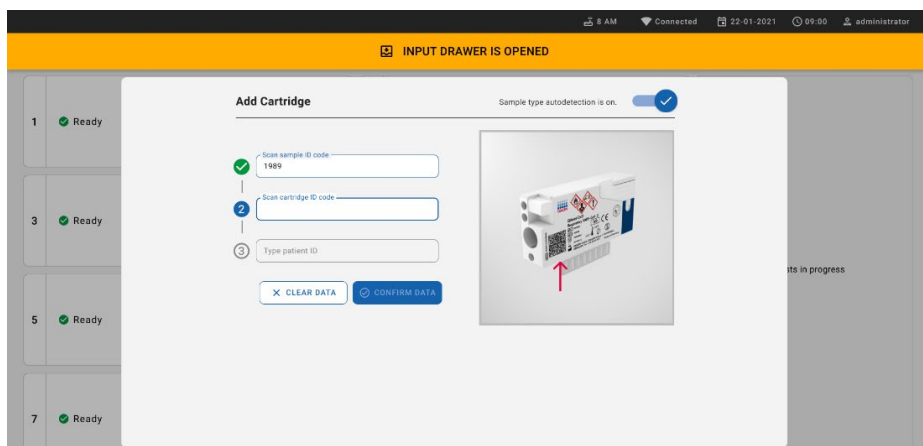

Figure 57. Écran de lecture de l'ID de la cartouche.
8. Après avoir saisi l'ID du code-barres de l'échantillon, balayez le code-barres de la cartouche QIAstat-Dx Respiratory SARS-CoV-2 Panel Cartridge à utiliser (position indiquée par la flèche). Le QIAstat-Dx Rise reconnaît automatiquement le dosage à effectuer, en fonction du code-barres de la cartouche QIAstat-Dx Respiratory SARS-CoV-2 Panel Cartridge (figure 57).